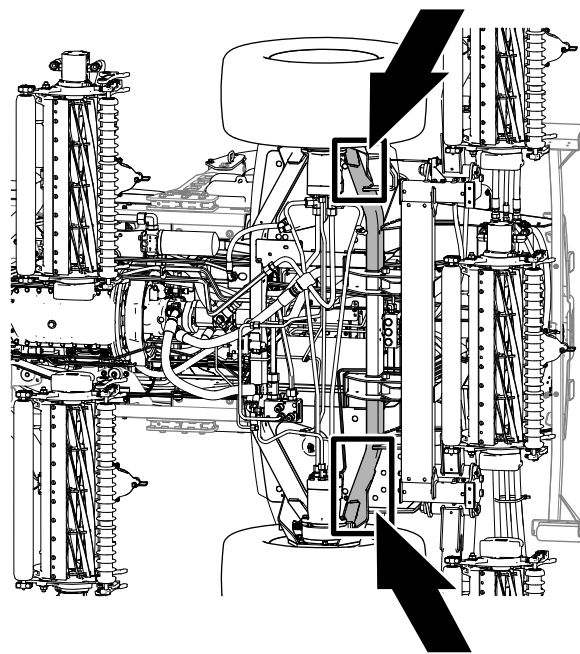

Figura 110
- Faa mainii - pe cadrul mainii, în faa motoarelor de acionare a roilor (Figura 110).